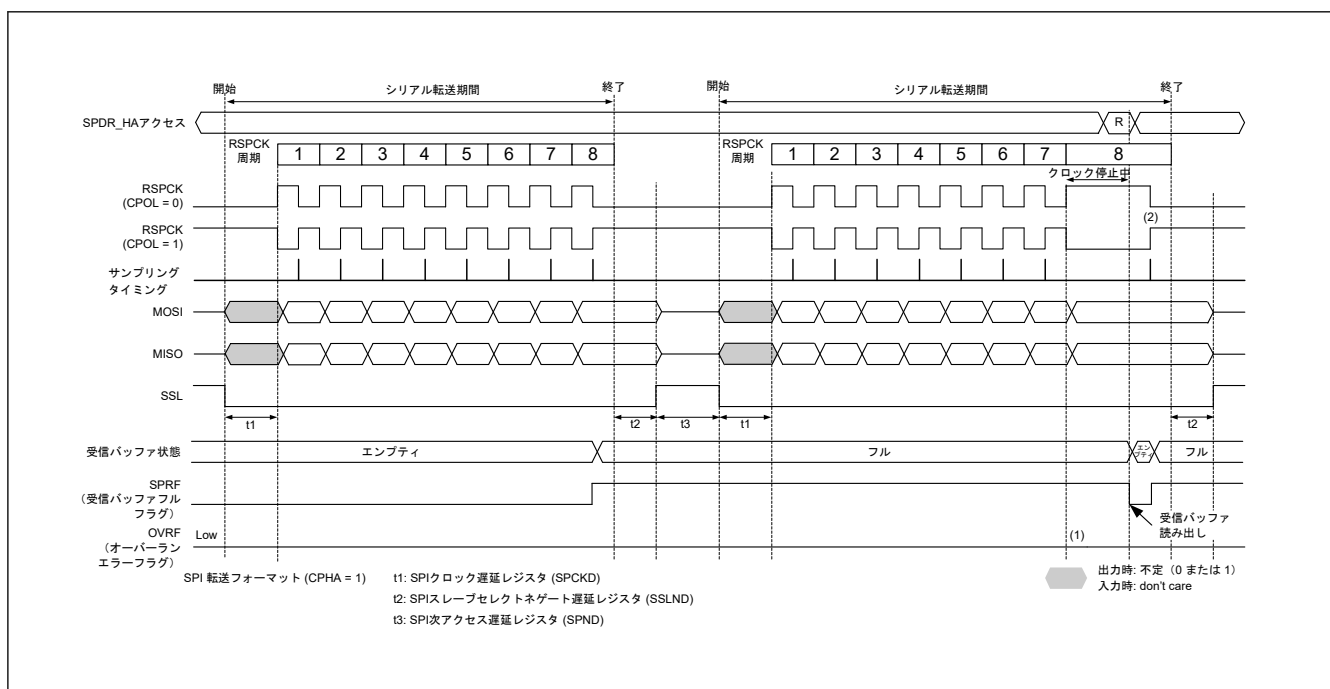
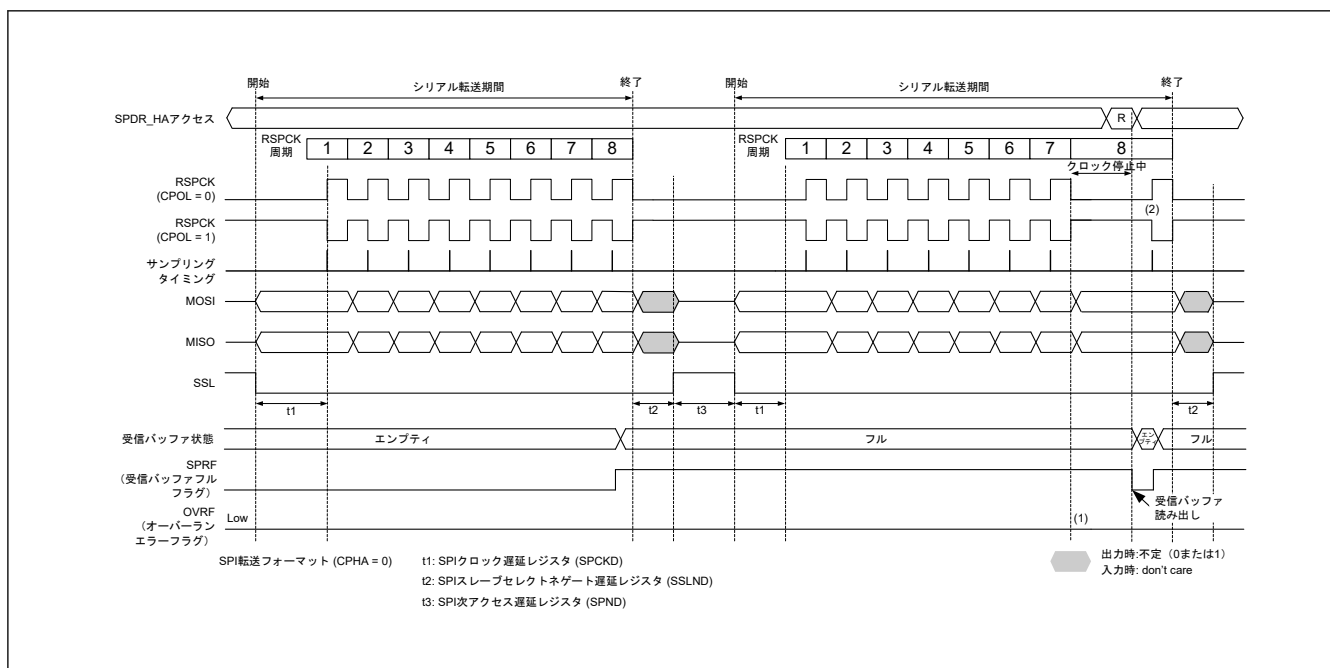

図 28.38 マスタモードの受信バッファフル状態でシリアル転送が継続するときのクロック停止波形 (SPCMDm.CPHA = 1)
図 28.39 マスタモードの受信バッファフル状態でシリアル転送が継続するときのクロック停止波形 (SPCMDm.CPHA = 0)
マスタモードで RSPCK 自動停止機能を有効 (SPCR2.SCKASE = 1) にした場合は、オーバーランエラーが発生しません。図 28.38、図 28.39 にマスタモードの受信バッファフル状態でシリアル転送が継続するときのクロック停止波形を示します。
以下に、図 28.38 および図 28.39 の (1)、(2) に示したタイミングでのフラグ動作を説明します。